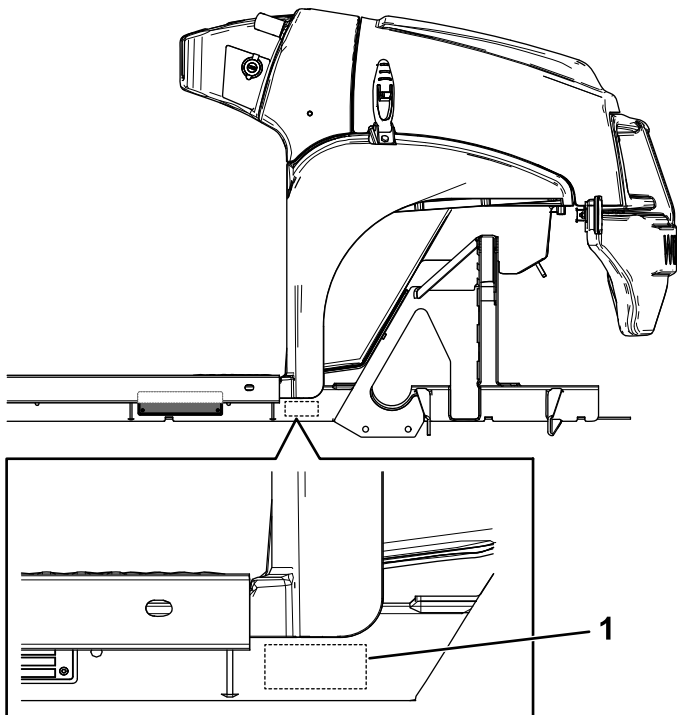

**Figura 6**
1. Montați plăcuța cu numărul de serie utilizând 4 nituri pop (3 × 10 mm) în locul indicat în Figura 6.